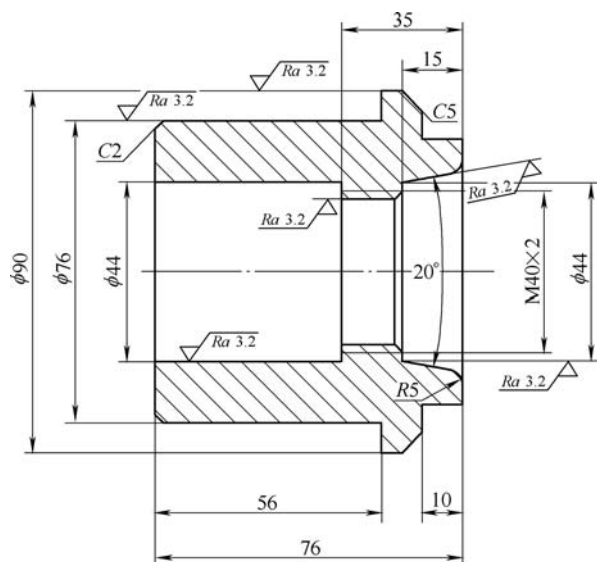

图3 套的二次装卡工具示意图
(3) R4mm和R39mm圆弧的加工：因为R4mm圆弧是完整半圆，只能用圆弧刀加工，为了保证R4mm与R39mm圆弧无痕迹相切，所以R4mm和R39mm的圆弧精加工采用刀心编程，用圆弧刀加工。
(4) 轴同心度的保证：先加工轴的左端内圆弧、锥度及三角螺纹。再加工轴套的右端与轴配合的外圆弧、锥度及三角螺纹，加工完成后不要拆下套，把轴装入轴套中加工轴的其余部分，这样轴上所有要素均能保证同心。下文会介绍详细加工方法。
(5) 套的同心度保证：设计加工二次装夹工具（见图3），其内锥、圆弧和三角螺纹与轴套的3部分完全相互配合，把轴套装入